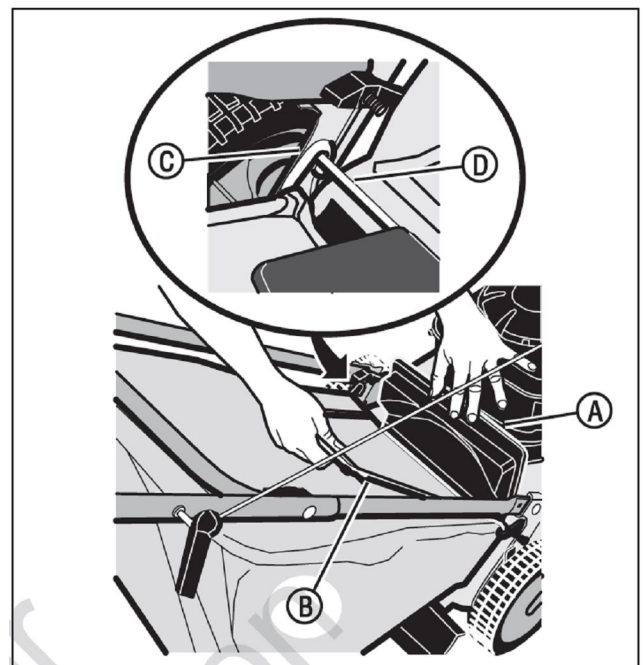

Рис. 6: Установка травосборника
- 1) Чтобы установить травосборник на газонокосилку, поднимите заднюю дверцу (А, рис. 6). Удерживая травосборник за рукоятку (В), установите крюки (С) с каждой стороны рамы травосборника на штифт задней дверцы (D). Опустите травосборник относительно задней части газонокосилки. Опустите заднюю дверцу.